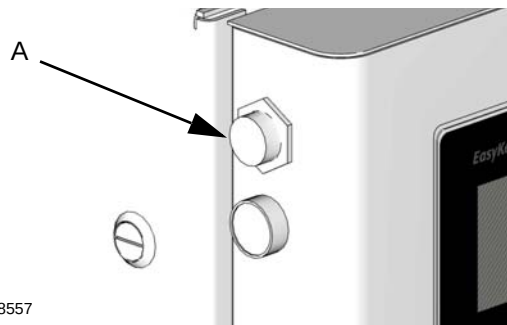

FIG. 31: La borne Web du EasyKey
Les câbles de raccordement sont utilisés pour raccorder chaque unité TOF 200 au réseau local et à la borne de l'interface Web (A) sur le tableau du EasyKey. Voir FIG. 31.